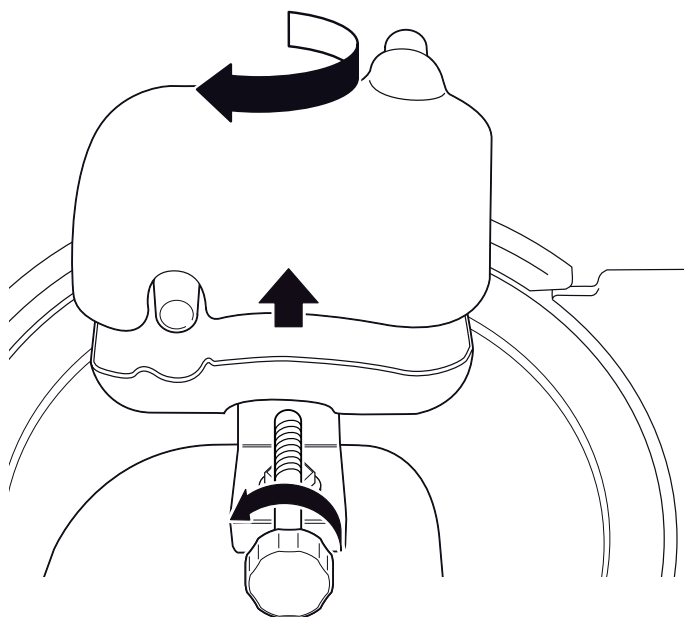

Fig. 13
3. Dévissez la vis moletée qui retient le dispositif d'affûtage, située sur l'arrière de l'appareil (La Figure 13 montre l'appareil vu de derrière).